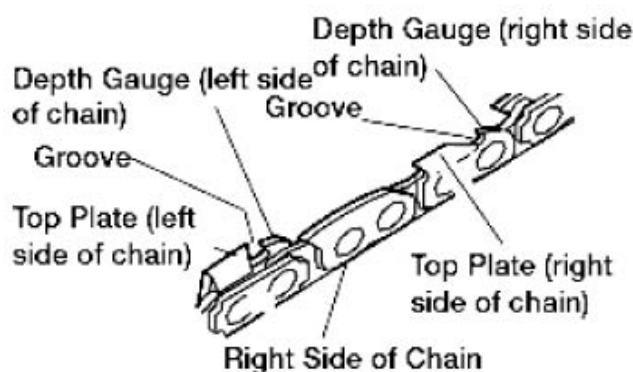

Figura 13
4. Tenere la guida lima a livello. Controllare che il segno dei 30° sulla guida lima sia parallelo al centro della barra di guida (vedere **Figura 13**). In questo modo si assicura di limare i denti ad un angolo di 30°.
5. Limare dal interno verso l'esterno del dente finché è affilato. Limare soltanto in questa direzione (vedere **Figura 13**). (Nota: Due o tre passate con la lima dovrebbe bastare per affilare il dente.)